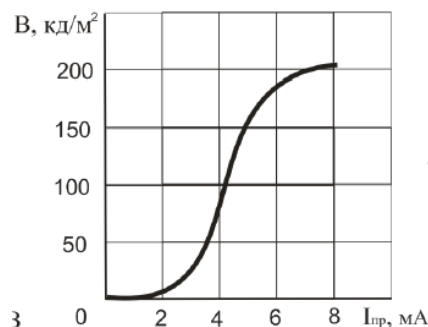

Рис. 3.24. Яскравісна характеристика світлодіода.
2) яскравісна характеристика – це залежність потужності випромінювання від прямого струму $P_u = f I_{np}$ (рис. 3.24).